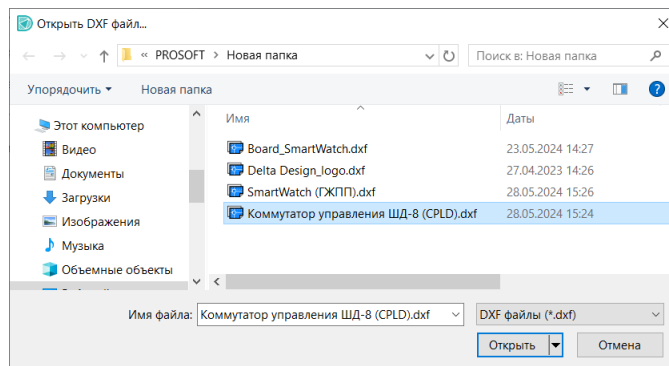

Рис. 67 Окно выбора файла для импорта .dxf
4. Выберите и откройте нужный файл в формате .dxf через окно проводника, см. Рис. 67.